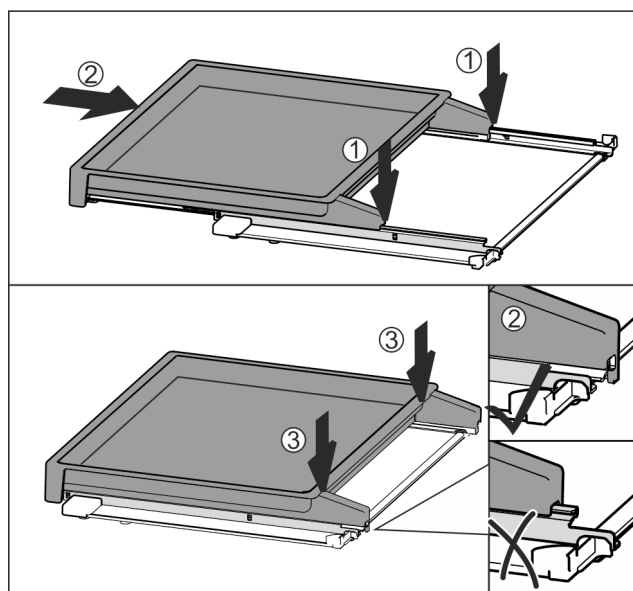

Fig. 79
- ▶ Anbring den midt på skinnerne Fig. 79 (1).
- ▶ Skub udtrækshylden helt ind Fig. 79 (2).
- ▶ Tryk bagtil, indtil det kan høres, at den går i indgreb Fig. 79 (3).